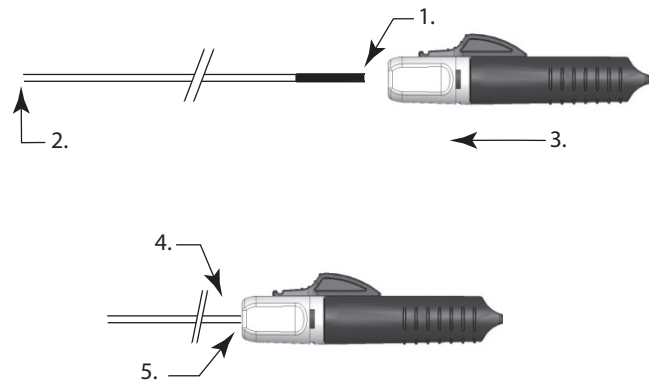
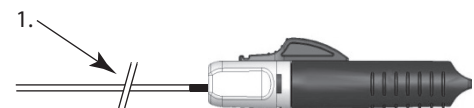

Figura 3
Figura 4
- Sujete el extremo proximal del elemento empujador de implante en el extremo distal del indicador de carga. Haga avanzar I.D. (Instant Detacher) sobre el extremo proximal del elemento empujador de implante hasta que el indicador de carga se introduzca completamente en el embudo y el elemento empujador de implante quede firmemente asentado en el accionador. (Consulte la figura 3).
Nota: Si la banda indicadora aún está visible, tal como se muestra en la figura 4 a continuación, I.D. (Instant Detacher) deberá hacerse avanzar aún más hasta que elemento empujador de implante quede completamente asentado en el embudo, tal como se muestra en la figura 3 más arriba.